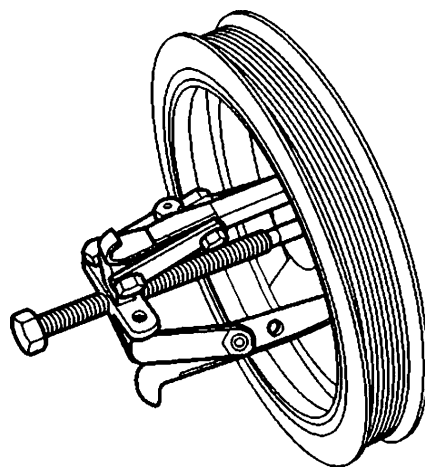

图 16-22 用专用工具拆卸曲轴带轮中央螺栓
21) 如图 16-22 所示, 用专用工具拆卸曲轴带轮中央螺栓。